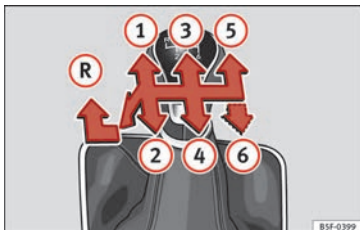

Abb. 52 Schaltschema bei einem 5-Gang bzw. 6-Gang Schaltgetriebe
Auf dem Schalthebel sind die Positionen der einzelnen Fahrgänge dargestellt » Abb. 52.
- Schalthebel auf Leerlauf stellen und nach unten drücken, ganz nach links und dann nach vorne schieben um den Rückwärtsgang » Abb. 52  einzulegen.